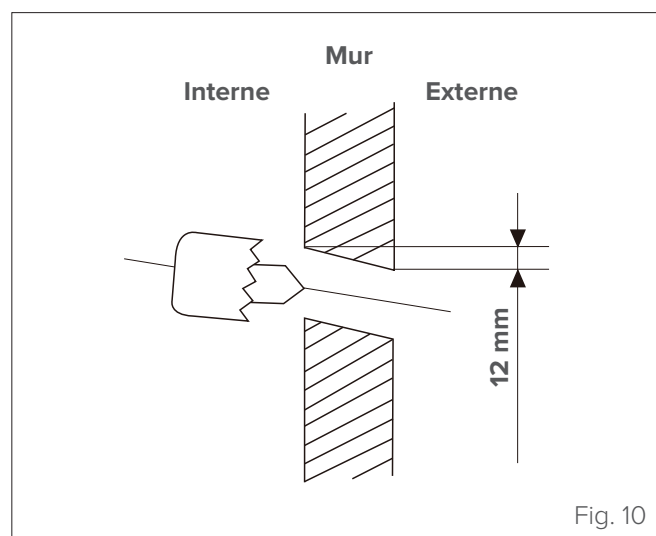

Fig. 10
- 1 Déterminer la position du trou dans le mur en fonction de la position de l'unité externe. Le trou dans le mur doit avoir un diamètre minimum de 65 mm et une légère inclinaison vers le bas pour faciliter le drainage (voir "Fig. 10").